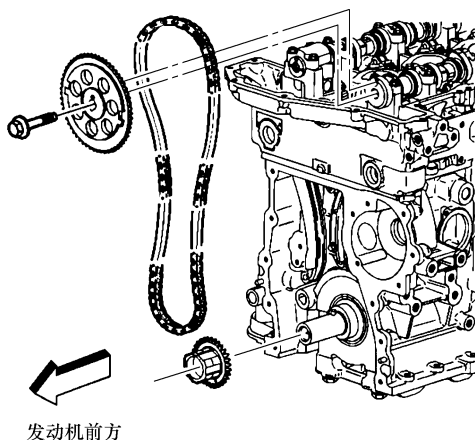

图 17-18 正时链条与链轮识别
11) 拆下排气凸轮轴位置执行器。拆下进气凸轮轴链轮螺栓并将拆下的螺栓废弃，见图 17-18。
12) 拆下进气凸轮轴链轮, 见图 17-18。
13) 拆卸正时链条, 见图 17-18。
14) 拆卸曲轴链轮, 见图 17-18。